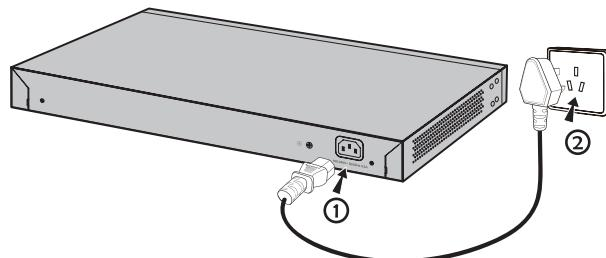

图3-3 电源线连接示意图
2. 路由器原装电源线连接路由器与电源插座，如**图3-3**所示。